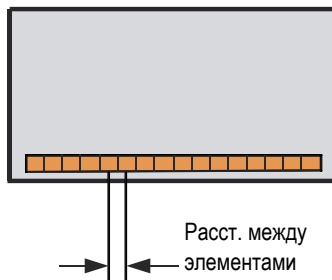

Рис. 4-5 Расстояние датчик-элемент
- d) На кнопке **Расстояние** введите расстояние между центрами двух соседних элементов датчика. Расстояние показано на Рис. 4-5 на стр. 100.